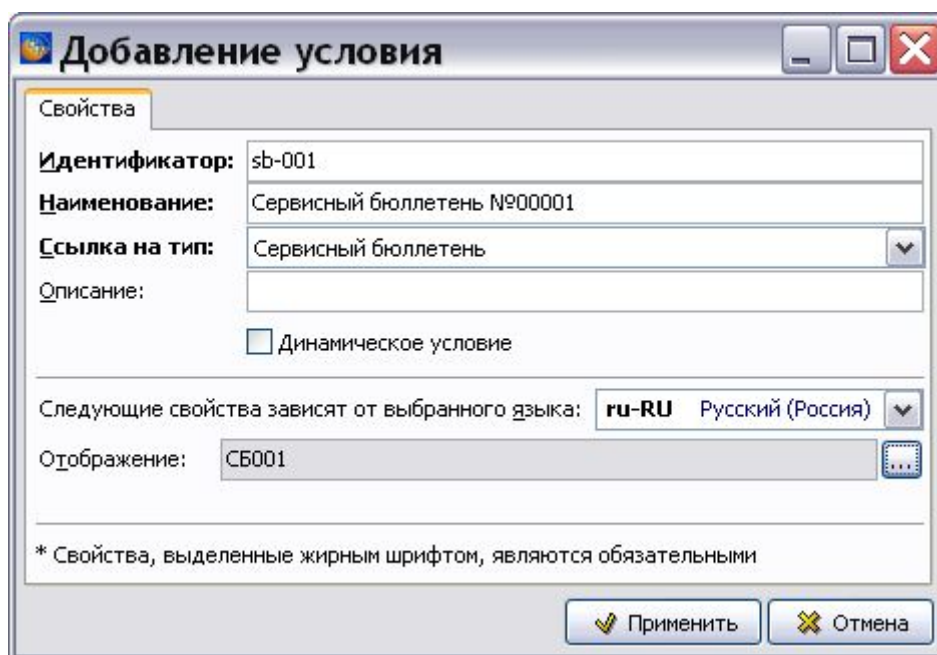

Рис. 2.145
- Нажмите на кнопку **Применить**. При этом произойдет возврат в диалоговое окно **Добавление условия**, в котором отобразится введенное условие (Рис. 2.145).